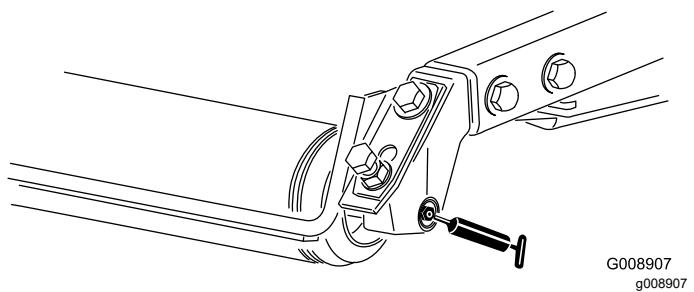

Рисунок 37
- Задние роликоподшипники (по 2 шт. на режущий блок) —Рисунок 37